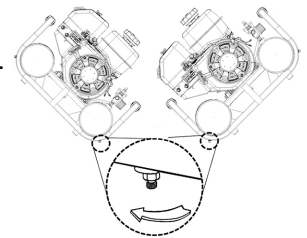

Figure 3.
- d. Inclinez le compresseur sur le côté pour orienter la soupape de vidange vers le bas. Tenez-le dans cette position jusqu'à ce que l'humidité soit vidangée (Fig. 3).